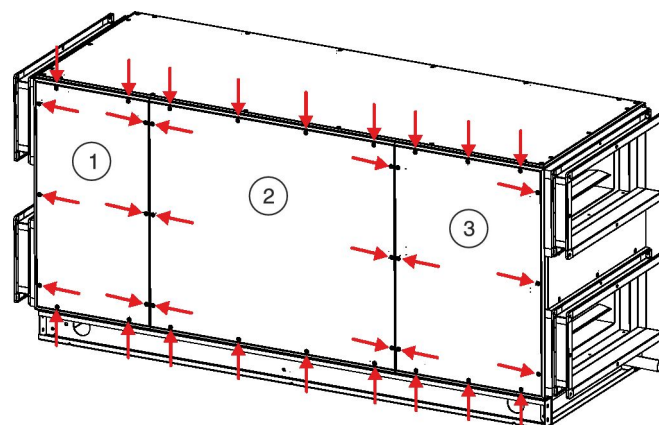

Рис. 55: Задние панели инспекционного доступа
5. ▶ Ослабьте винты с тыльной стороны (Рис. 55/стрелки) на трех панелях инспекционного доступа (Рис. 55/1+2+3).
6. ▶ Снимите три панели инспекционного доступа (Рис. 55/1+2+3).